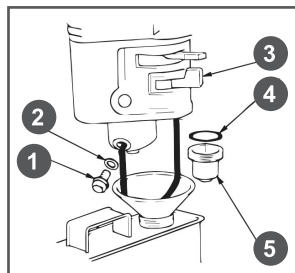

Рис. 22 Обслуживание фильтра-отстойника
1. Установите рычаг топливного крана в положение «ЗАКРЫТО» (Рис. 22).
3. Открутите болт 1 сливного отверстия и слейте топливо из поплавковой камеры карбюратора (Рис. 22).
- Открутите стакан отстойника 5, вылейте из него топливо в заранее подготовленную емкость (Рис. 22).
1. Слейте топливо из топливного бака и карбюратора (Рис. 22).